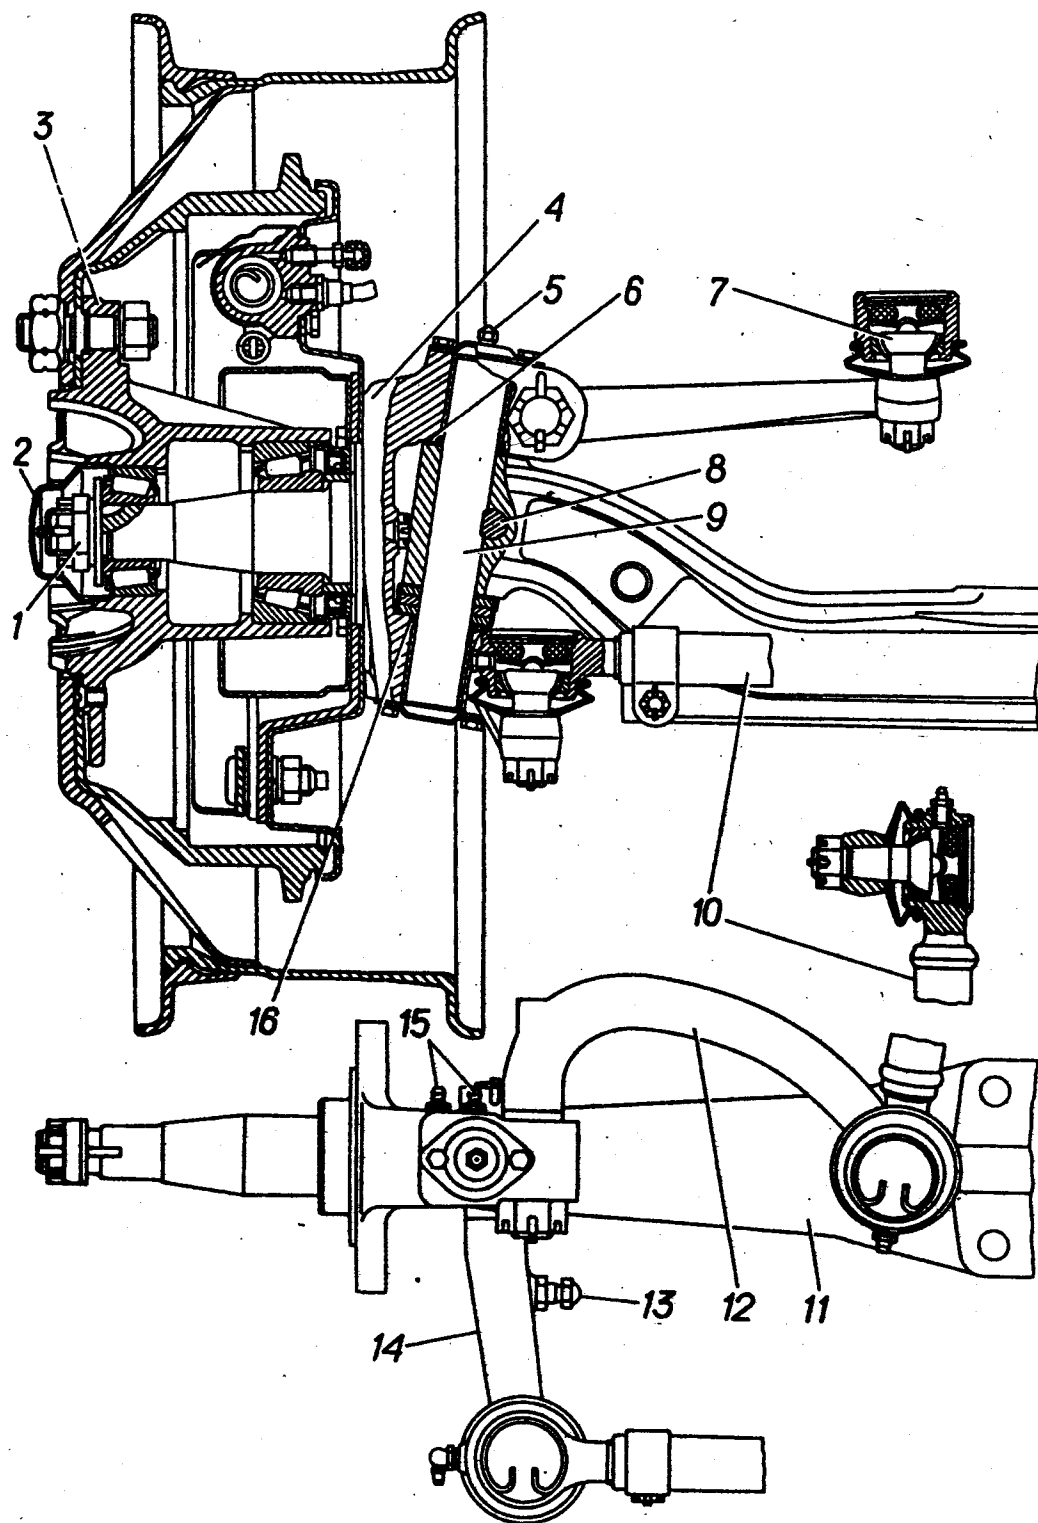

Рис. 54. Передняя ось и рулевые тяги:
Передняя ось (рис. 54) состоит из штампованной балки двутаврового сечения, соединенной с поворотными кулаками с помощью шкворней.
1. Поднять колесо домкратом так, чтобы шина не касалась плоскости опоры, снять колпак 2 (см. рис. 54), расшплинтовать и ослабить регулировочную гайку 1 на 1/2 оборота, проверить, свободно ли вращается колесо. В случае торможения колеса устранить причину тугого вращения его.